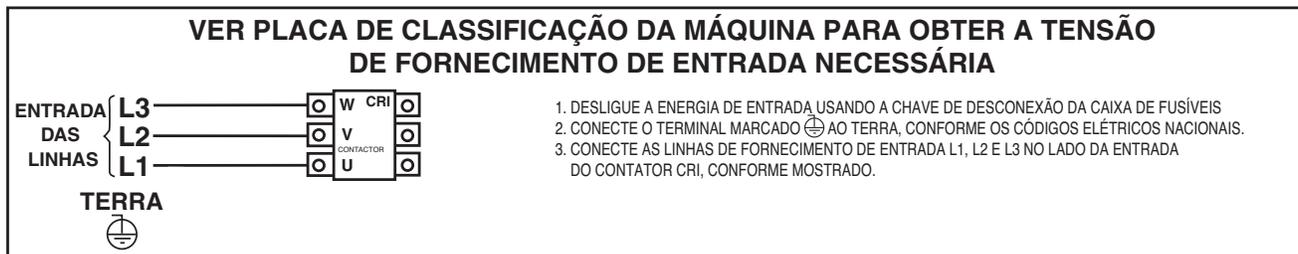

FIGURA A.7-Posições da placa do painel de reconexão para máquinas de tensão simples
4. Para Tensão Simples 460 e 440, veja a Figura A.7. (S17894)